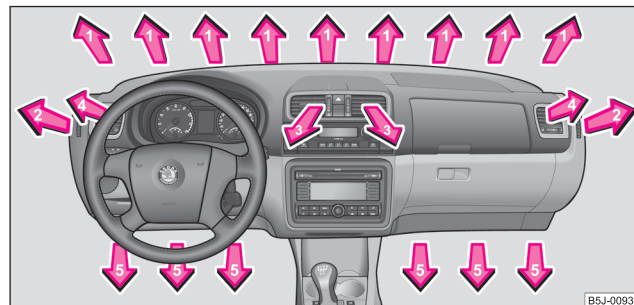

Fig. 82 Gurile de ventilație a aerului
- Gurile de ventilație **4** ⇒ pagina 92, fig. 82 deschise și îndreptate spre geamurile laterale.
- Gurile de ventilație 3 și 4 → pagina 92, fig. 82 deschise.